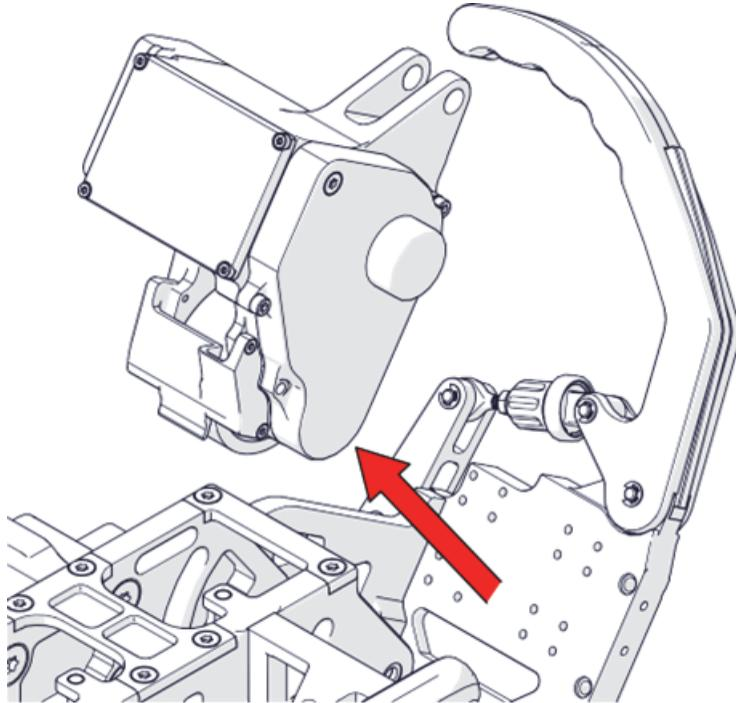

Figure 2-32 Retrait du module du moteur
12. Retirez du chariot moteur le module du moteur (Figure 2-32 à la page 113).